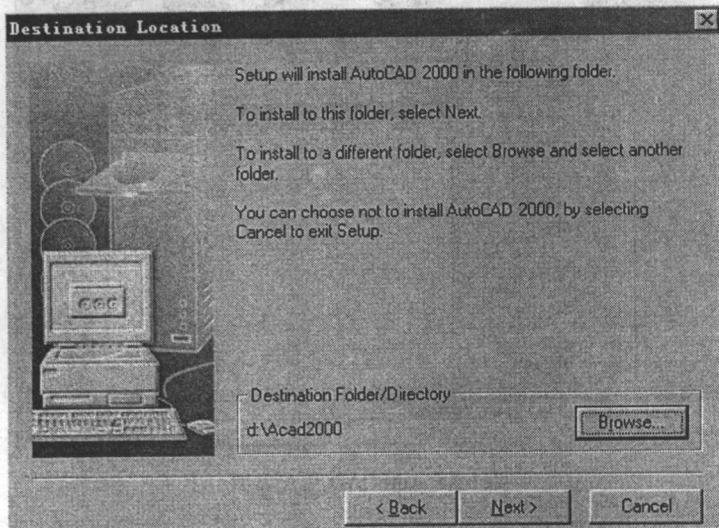

图 1-1 “安装程序”对话框
(1) 将 AutoCAD 2000 安装光盘插入光驱,如果正在运行 Windows,则插入光盘后将自动运行 Autorun 程序,开始安装过程。需停止运行 Autorun,可在插入光盘时按住 Shift 键。也可手动安装,只需比自动安装多一步运行 Setup 即可执行程序。
(2) 安装程序时首先安装“安装向导”,在“欢迎”对话框中选择“下一步”继续安装,并在提示后选择“接受”。
(3) 在“序列号”对话框中,输入序列号和 CD 号,这两个号码打印在光盘包装盒上,它们与申请授权有关。
(4) 在“用户信息”对话框中,输入使用人的姓名、单位等。“用户信息”对话框将重新显示刚刚输入的信息。
(5) 在“目标位置”对话框中(如图 1-1 所示),可指定软件的安装位置为缺省文件夹(如: C:\Program Files\ACAD 2000);或者选择浏览,在“选择目录”对话框中指定其他文件夹(如: D:\AutoCAD 2000),如果指定的文件夹不存在,则“安装文件”会提示要求创建此文件夹,选择“是”,来创建不存在的文件夹。